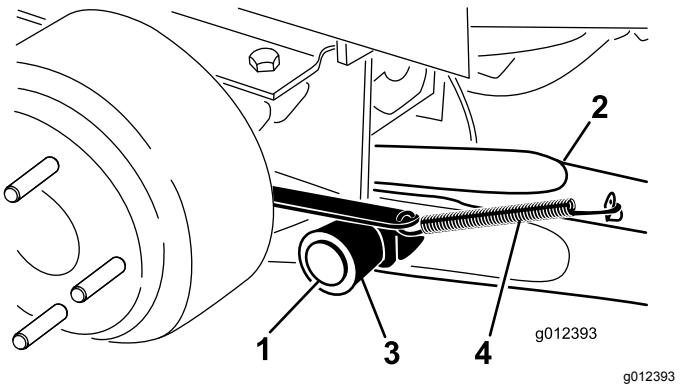

図4
- ピボットピン 1 本、コッターピン 1 本を使って、ピボットブラケットに昇降アームを取り付ける図 4。
5. ブレーキリターンスプリングを昇降アームのタブ引っ掛ける図4。